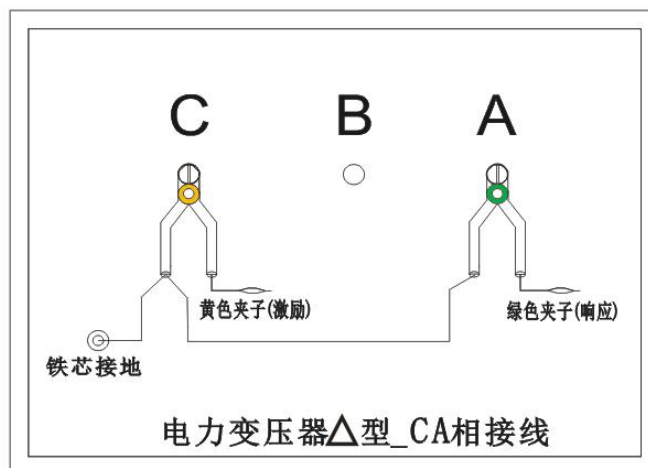

图 12
- 4.3.4 以上接线完成对三相 Δ 形的 CA 相测量接线, 如图 12。